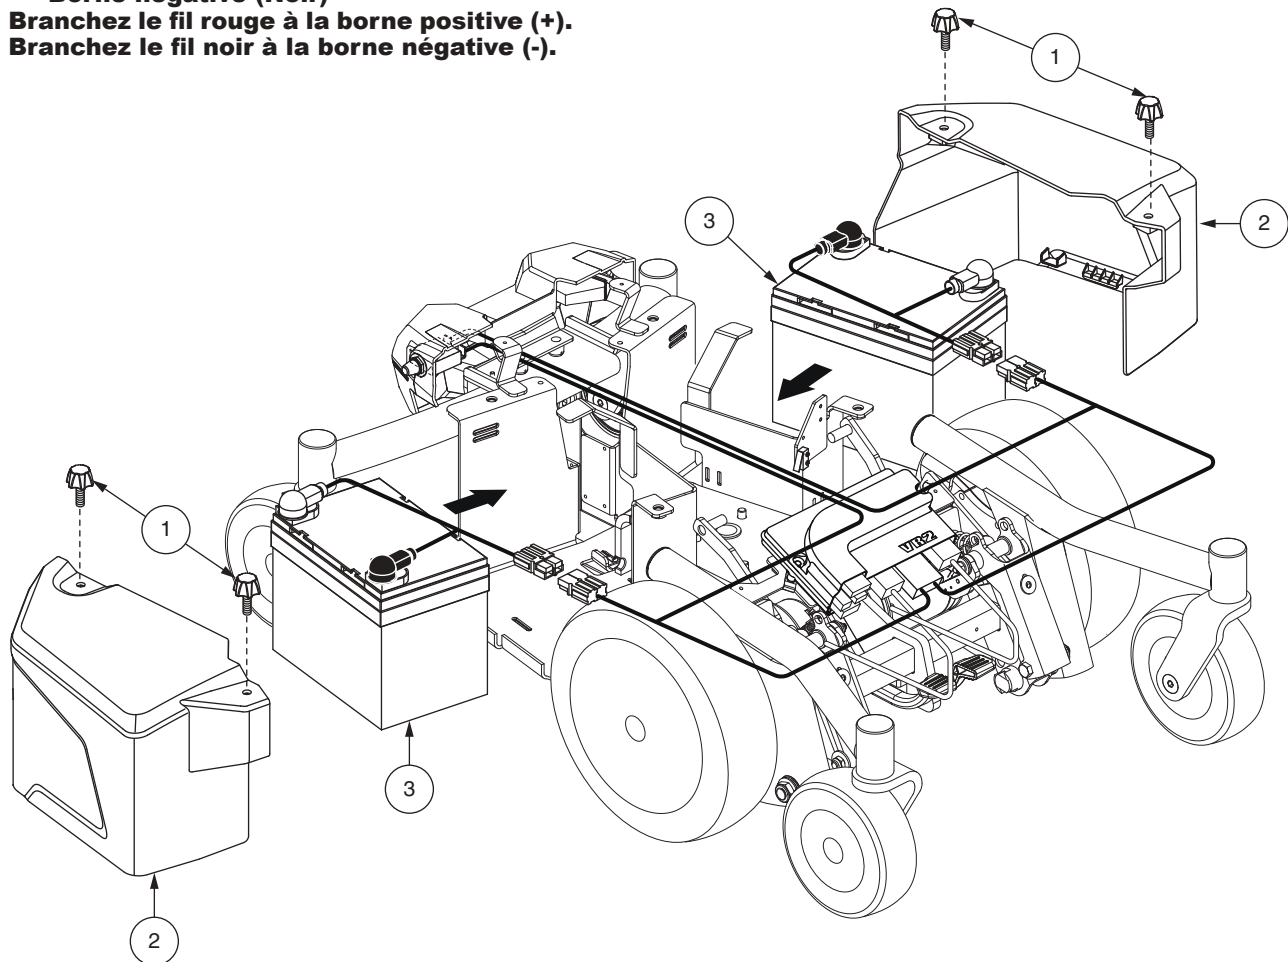

Figure 17. Installation des batteries (Siège retiré pour plus de clarté)
4. Desserrez les vis à ailettes sur les côtés de la base motorisée et retirez les couvercles latéraux. **Voir la figure 17.**
5. Débranchez les câbles de la batterie de la base motorisée. **Voir la figure 17.**
7. Démontez les fils des vieilles batteries pour les installer sur les nouvelles. Assurez-vous que les connexions soient dans la bonne direction. **Voir la figure 17.**
8. Placez les batteries sur la base motorisée en prenant soin de placer les bornes face aux côtés de la base. **Voir la figure 17.**